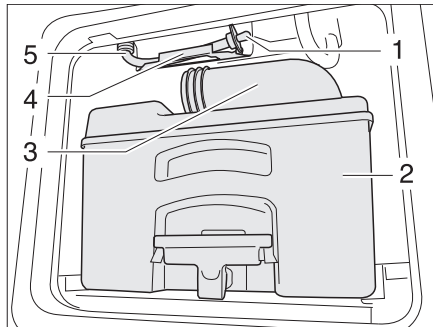

Fig. 268 Tuyau d'écoulement réservoir d'eau toilettes
- Vider la cassette (Fig. 268,2) dans une station d'évacuation autorisée et la nettoyer.
- Laisser la tubulure d'évacuation (Fig. 268,3) ouverte.
- Retirer le tuyau d'écoulement (Fig. 268,5) de son support (Fig. 268,4).
- Retirer le bouchon d'écoulement (Fig. 268,1) et laisser s'écouler le reste d'eau.